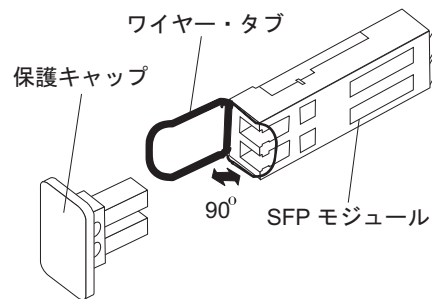

図 16. SFP モジュールのホスト・ポートへの取り付け
4. 所定の位置に確実に収まるまで、SFP モジュールをホスト・ポートに挿入します。図 16 を参照してください。